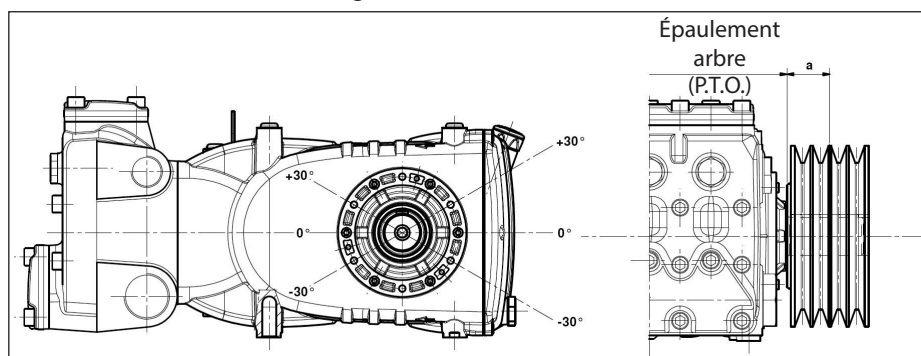

Fig. 10
La charge radiale sur l'arbre ne doit pas être supérieure à 7500 N (valeur nécessaire pour la définition du schéma). La transmission est considérée appropriée si cette charge est appliquée à une distance maximum $a=40\text{ mm}$ de l'épaule de l'arbre (prise de force) comme le montre Fig. 10.
- b) Utiliser des courroies à haut rendement - par exemple **XPB** au lieu de **SPB** - car il sera nécessaire d'avoir une quantité inférieure de courroies égales à la puissance transmise et par conséquent une distance inférieure de la résultante par rapport à la butée de l'arbre (P.D.F) « a » de Fig. 10.